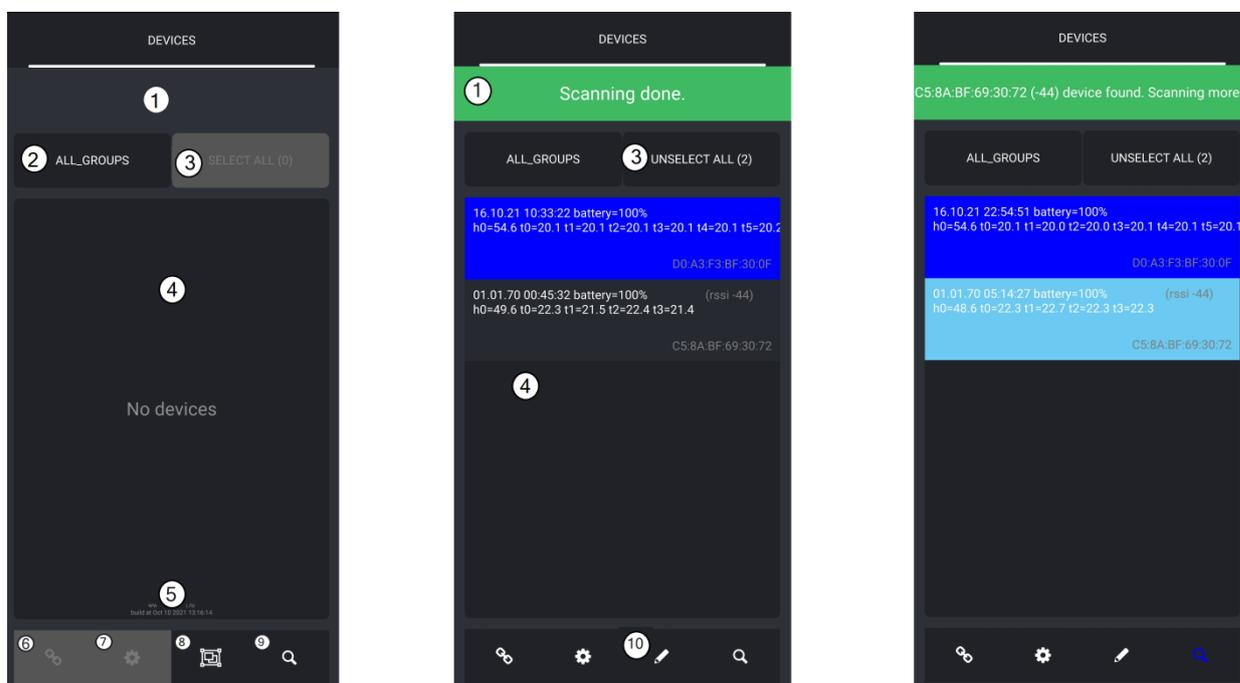
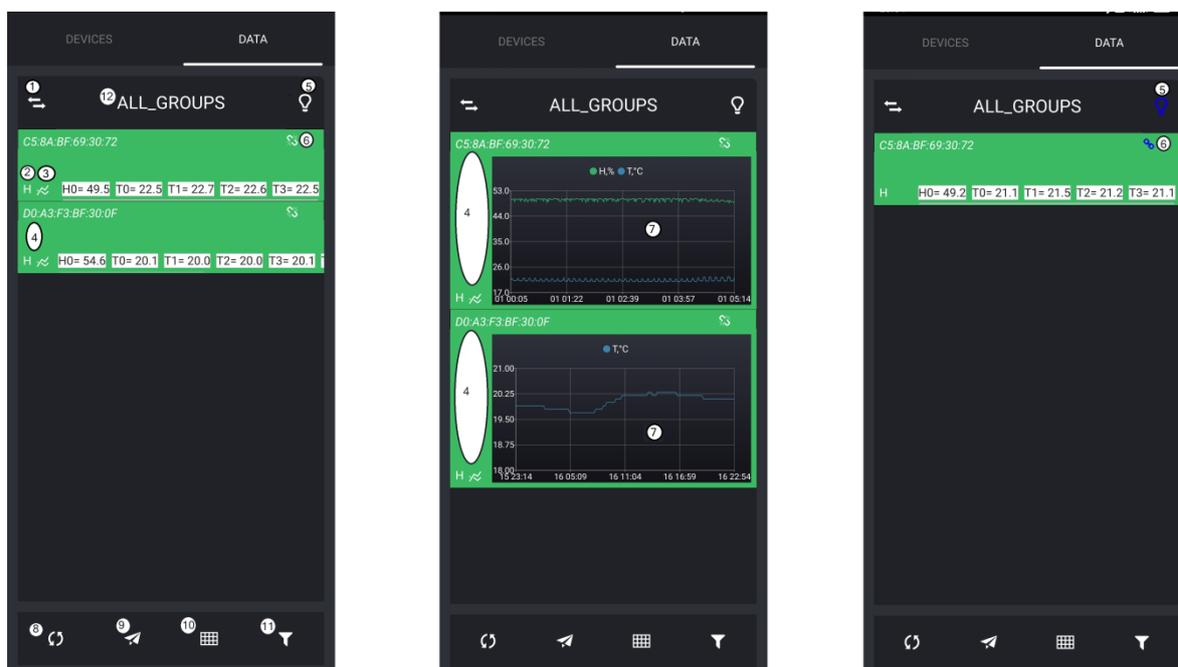

Рисунок 1
Рисунок 3
Нажатие данной кнопки приводит к запуску процесса сканирования (поиска) устройств. Запуск процесса сопровождается очисткой списка найденных устройств и индицируется подсвеченным синим значком лупы. Повторное нажатие приводит к останову сканирования и отображению значка лупы белым цветом. Следует обратить внимание, что в списке найденных устройств отображаются все устройства, обнаруженные ранее. Это означает, что если в процессе сканирования какое-либо обнаруженное устройство станет недоступным (перестанет отправлять адвертайзинг), то оно (устройство) будет присутствовать в списке обнаруженных устройств. Очистка списка произойдет только после перезапуска сканирования. Переход на экран “DATA” по нажатию кнопки (6) Рисунок 1, может происходить как при включенном режиме сканирования, так и при выключенном режиме сканирования. В первом случае, если в качестве текущей группы установлена группа ALL\_GROUPS, режим сканирования автоматически отключается, и Android-устройство будет запрашивать данные от выбранных устройств путем установки соединения с ними (в режиме чтения характеристик данных). Во втором случае, процесс сканирования не останавливается, элементы списка данных на экране “DATA” заполняются и динамически обновляются значениями из адвертайзинга. Кроме того, наименование группы - зона (12) на Рисунке 4, индицируется синим цветом. Синий цвет означает, что продолжается процесс сканирования. Сама зона (12) является активной и позволяет запускать/останавливать процесс сканирования, находясь на экране “DATA”. Требуется отметить одну особенность описанного выше второго случая. Если устройство отсутствует в списке обнаруженных устройств (или нажата кнопка (8) “обновить данные” Рисунок 3), то первичное получение данных с устройства выполняется путем установки соединения (чтения характеристики).